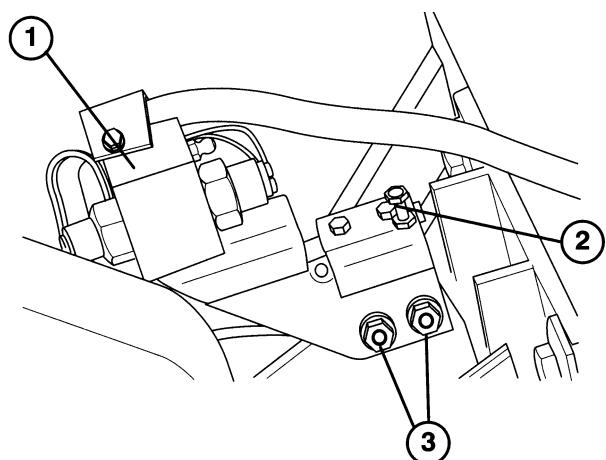

Figure 15
5. Vérifier le contacteur de la tête d'aération (Fig. 15) avec un contrôleur de continuité ou un ohmmètre et le remplacer s'il est endommagé. Le plongeur du contacteur doit être enfoncé quand la tête d'aération est relevée.
- D.** Desserrer le contre-écrou de la vis de réglage et les 2 écrous à bride (Fig. 15).